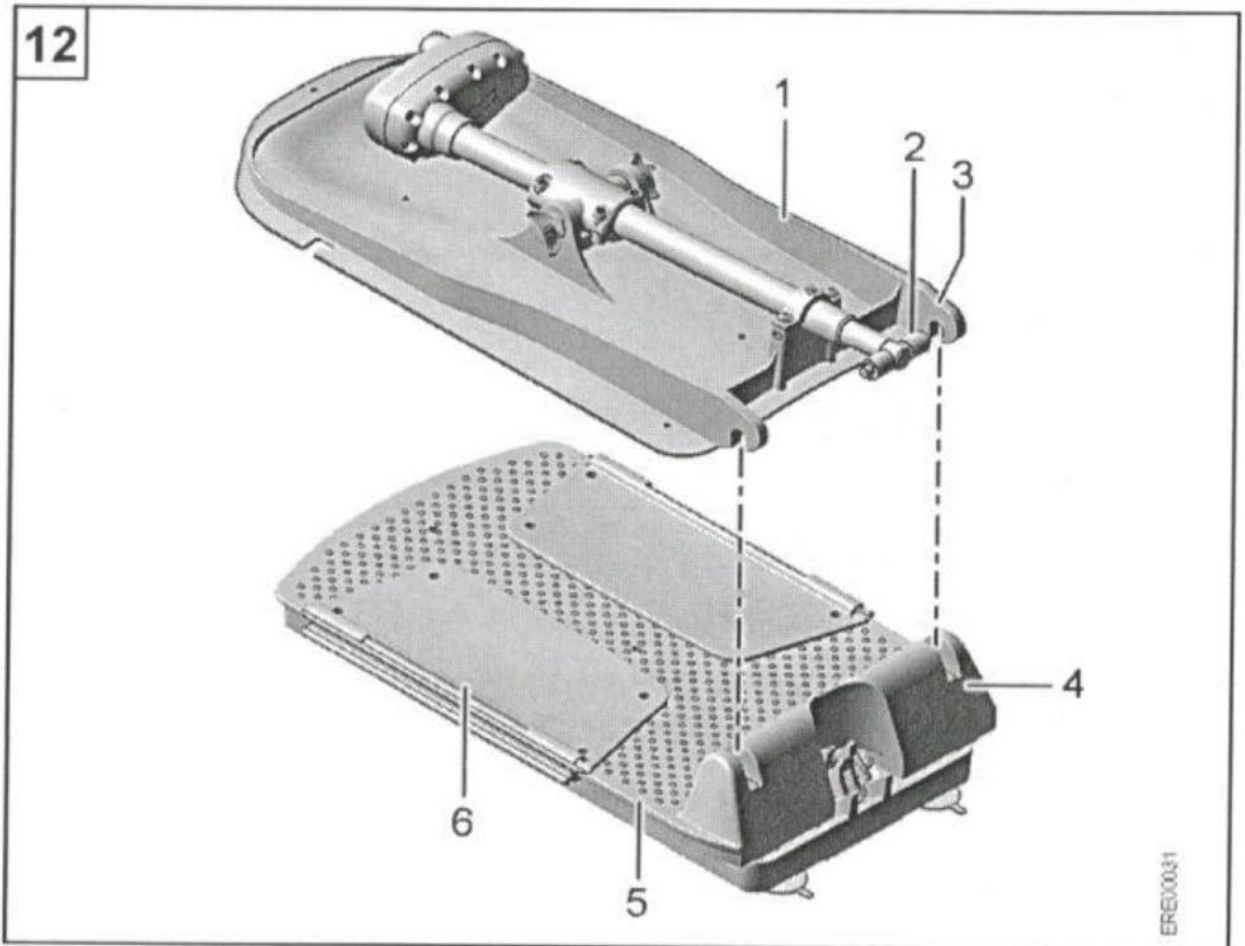

Рис. 8
Якщо спинка закріплена недостатньо щільно, підйомник може бути пошкоджено. Переконайтесь у належній установці: база приводу (див. Рис. 8; 2) повинна бути у горизонтальному положенні (див. Рис. 8).
1. Розмістіть спинку (див. Рис. 8; 1) на секції сидіння (див. Рис. 8; 5). Закріплюючі кріючки (див. Рис. 8; 3) повинні вийти у держачі (див. Рис. 8; 4).
5. Опустіть бокові панелі (див. Рис. 8; 6).
4. Складіть бічні панелі (див. Рис. 8; 6).